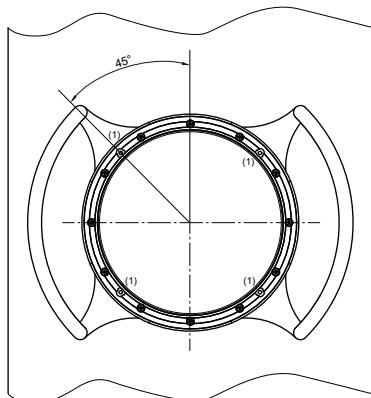

Abb. 8
- Saug- und Druckleitung unter Niveau des Wasserspiegels verlegen. *Abb. 8*